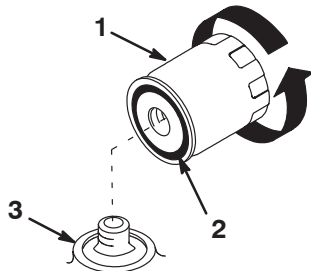

Bild 22
2. Entfernen Sie den alten Filter und wischen Sie die Dichtfläche am Anbaustutzen (Bild 22) ab.
3. Ölen Sie die Gummidichtung am Austauschfilter (Bild 22) leicht mit Frischöl ein.
4. Setzen Sie den Ersatzölfilter auf den Anbaustutzen auf. Drehen Sie den Ölfilter nach rechts, bis die Gummidichtung den Filterstutzen berührt. Ziehen Sie den Filter dann um eine weitere 1/2 Umdrehung fester (Bild 22).